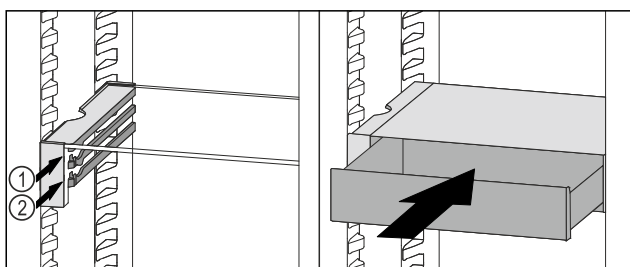

Fig. 116
- Zásuvku VarioSafe nasadte za záložkami na požadovanom rebre Fig. 116 (1) alebo Fig. 116 (2).